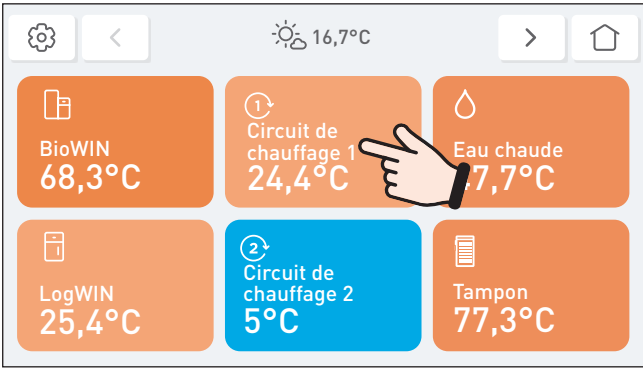

Fig. 43 Menu principal
- ▶ Dans le menu principal, appuyer sur le circuit de chauffage souhaité – Fig. 43.